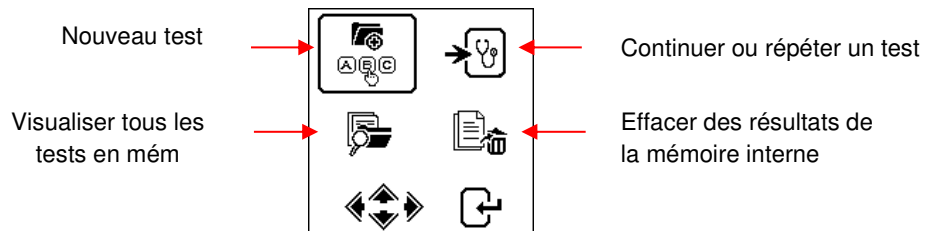

Fig.13
3. Si les contacts entre la batterie et le testeur ne posent aucun problème, l'écran du menu s'affichera comme indiqué ci-dessous (Fig.13):